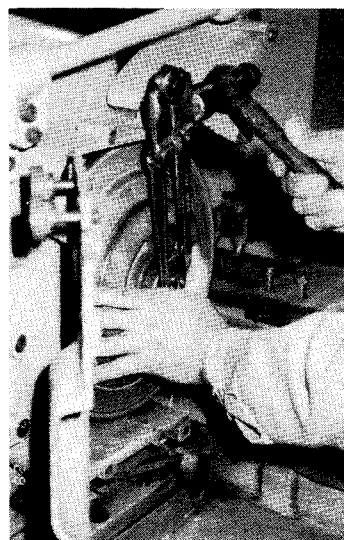

図1-20
- (3) 砥石をナットで固定する。
- ① 砥石軸の先にあるねじ部にナットをはめ込み、砥石を軸に固定する。
- ② カニ目レンチとハンマーでナットを締め込む（図1-20）。